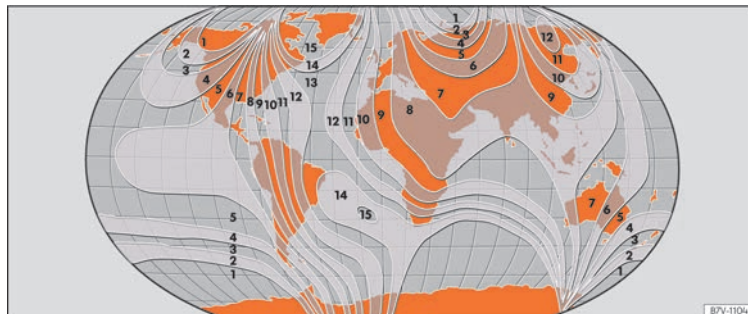

**Fig. 80** Zonas magnéticas.
- Seleccionar la zona magnética correspondiente a la situación del vehículo »» **fig. 80**.